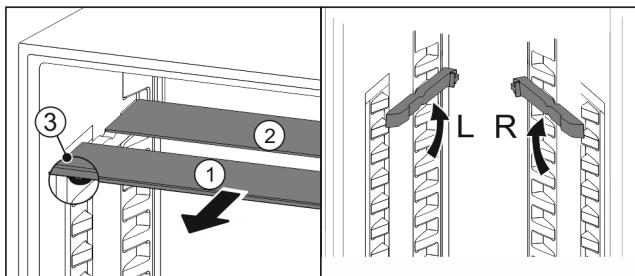

Fig. 82
- 将玻璃隔板逐个向前拉出 Fig. 82 (1)。
► 带装饰条的玻璃隔板 Fig. 82 (1)在前。
► 阻挡装置 Fig. 82 (3)指向下方。